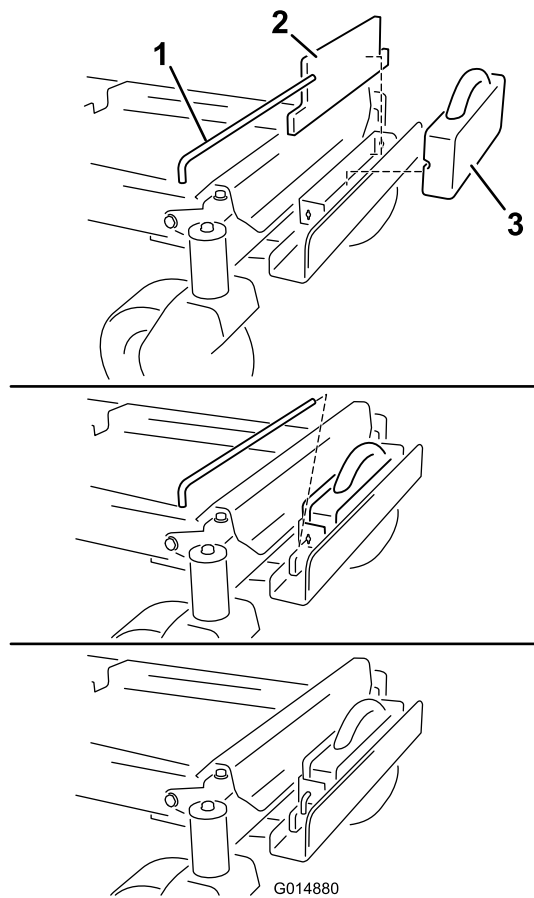

Figura 9
8. Instale un peso plano en el soporte de los pesos y muévalo hacia atrás contra el borde del soporte (Figura 9).
9. Instale un contrapeso de maletín delante del peso plano (Figura 9).
10. Sujete los pesos al soporte de los pesos con una varilla de traba (Figura 9). Instale la varilla y gírela 90 grados hacia abajo para bloquearla en su sitio.